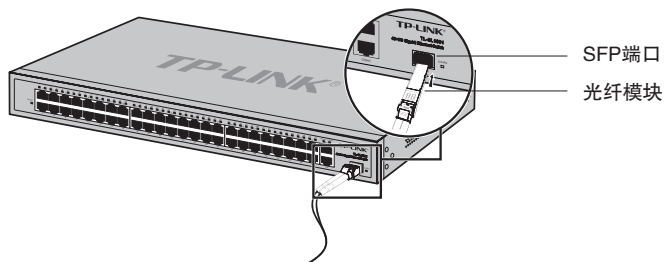

图3-2 SFP端口连接示意图
2. 连接时确认光纤模块的Rx和Tx口，将光纤的一端对应插入Rx和Tx口，光纤的另一端连接到另一设备，如**图3-2**所示；